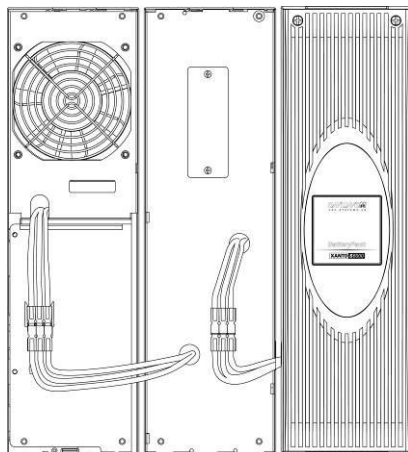

Figura 5: XANTO S 6000 con BP, Tower (vista anteriore)
6. Inserire il cavo del pacco batterie nell'attacco della batteria dell'UPS (vedi Figura 5). È possibile collegare all'UPS fino a quattro pacchi batterie.